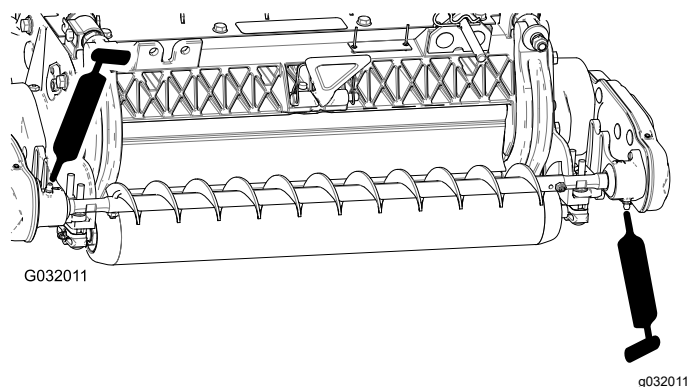

Figura 19
4. Lubrificate i raccordi d'ingrassaggio su ogni alloggiamento del cuscinetto della spazzola per rulli utilizzando grasso a base di litio n. 2 (Figura 19). Rimuovete il grasso in eccesso, in particolare intorno alle guarnizioni.